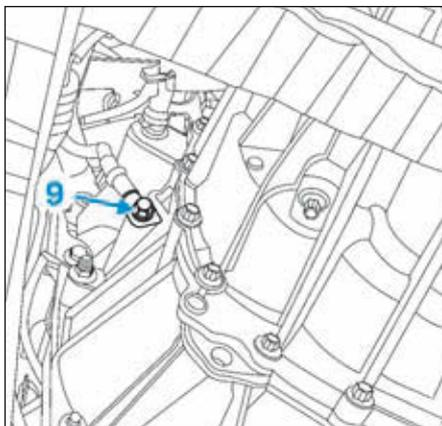

FIG.8
- le câble de masse (9) de la boîte de vitesses (Fig.8).